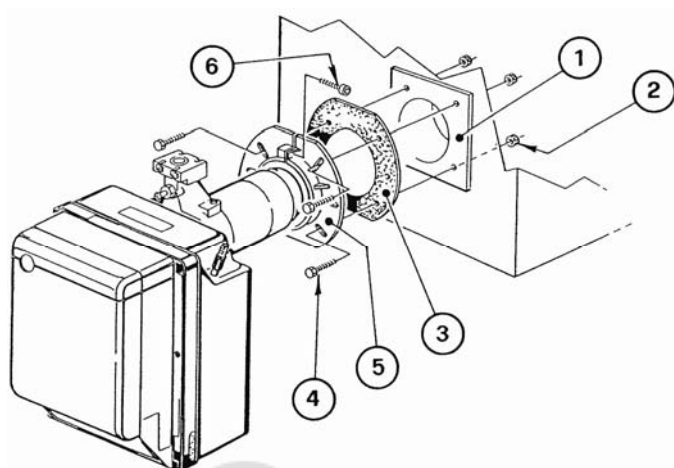
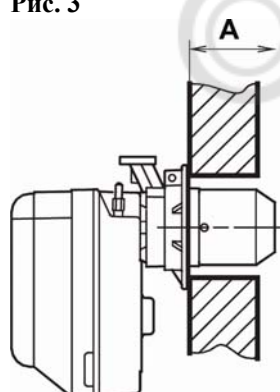

Рис. 3
Рис. 5
- Установите фланец (5) с **изоляционной прокладкой** (3) на дверцу котла (1) с помощью четырех болтов (4) (и при необходимости гаек) (2), но не затягивайте один из верхних болтов (4) (см. рис.3).
- Вставьте во фланец (5) головку горелки, затяните фланец болтом (6), затем затяните верхний болт (4).
**Примечание:** Горелка может устанавливаться на дверцы различной толщины (**A**) (см. рис. 5). В любом случае необходимо убедиться, что головка горелки длиннее толщины дверцы теплогенератора.